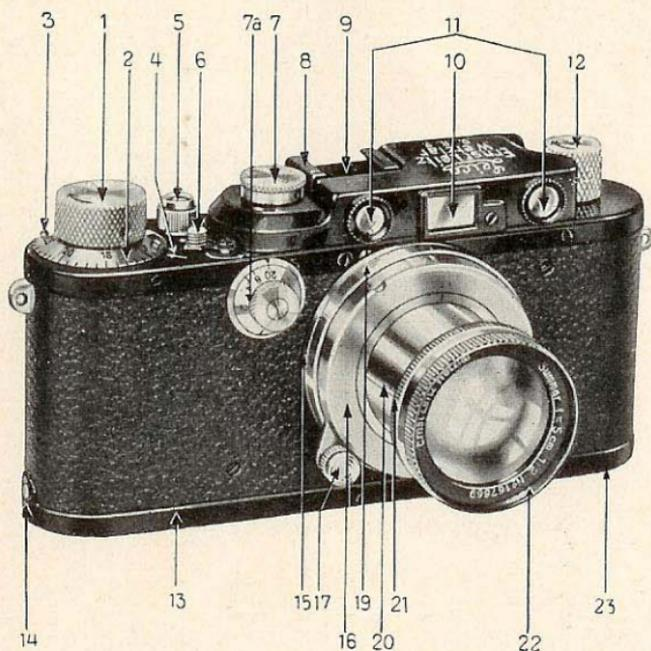

Figure 1
16. Échelle des distances (Invisible sur la fig. 1).
17. Levier de mise au point de l'objectif, effectuant simultanément la mise au point du télémètre et de l'objectif; au cran d'arrêt, il bloque l'objectif sur l'infini. (Le trait-répère n'est pas visible sur la fig. 1.)
19. Bague de profondeur de champ. (L'échelle n'en est pas visible sur la fig. 1.)